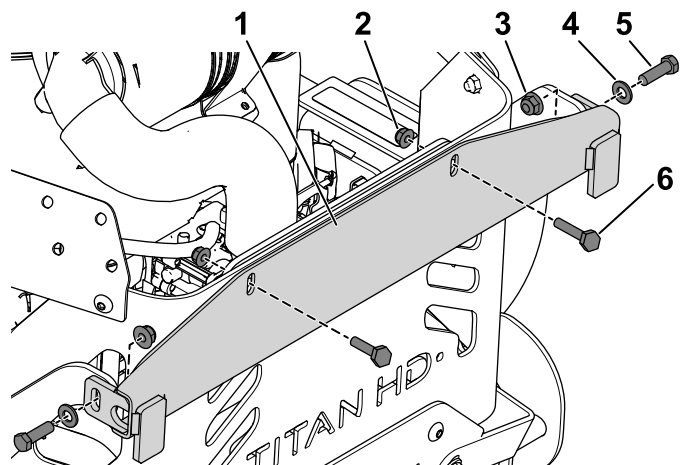

図 16
1. ボルト¾ x 1¼"2本、ワッシャ、フランジナットで、クロスブレースをサポートブラケットに仮止めする 図 16。
2. ボルト5/16 x 1¼"とフランジナット5/16"で、クロスブレースを後ガードに仮止めする 図 16。